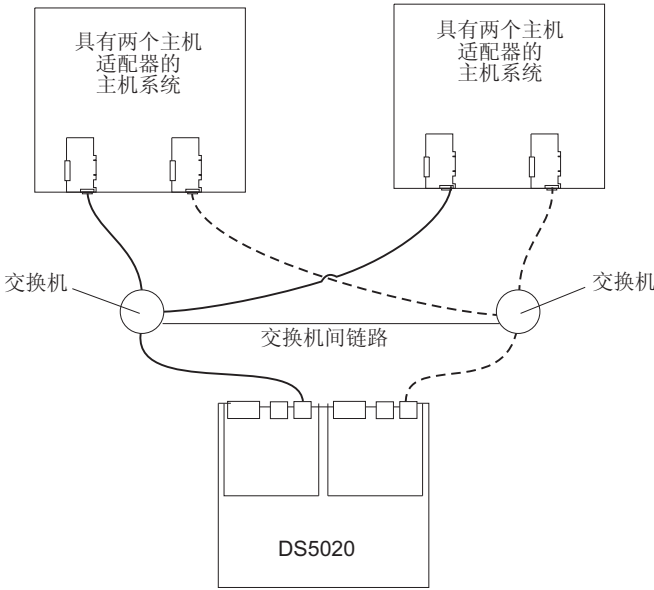

图 57. 单 SAN 光纤网配置的示例
- 单 SAN 光纤网配置，如第 81 页的图 57 中所示
在图 57 中，光纤通道交换机可通过交换机间链接（ISL）连接在一起，以形成一个单 SAN 光纤网。